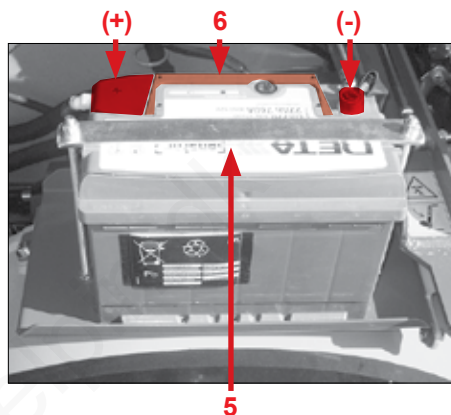

Fig. 129
7. Skru ledningen til minuspolen af pos. – (Fig. 129).
8. Skru ledningen til pluspolen af pos. + (Fig. 129).
9. Skru batteriets holder af pos. 5 (Fig. 129).
10. Hold batteriet på håndtagene pos. 6 (Fig. 129), og løft det ud.